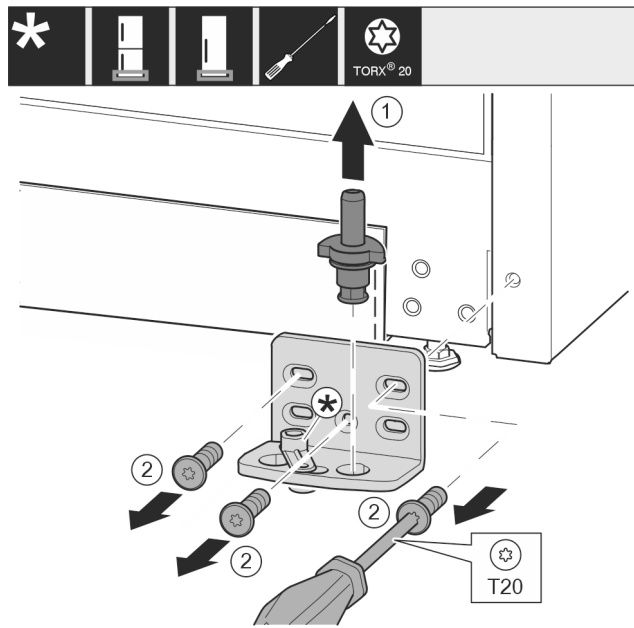

Fig. 18
- ▶ Ložiskový čep Fig. 18 (1) celý vytáhněte nahoru.
- ▶ Šroubovákem vyšroubujte šrouby Fig. 18 (2) a sejměte stojan ložiska.